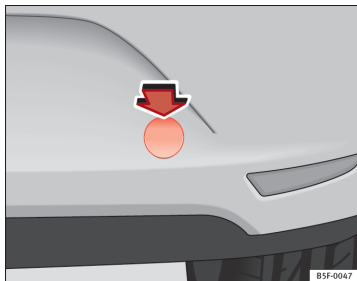

Fig. 129 Pare-chocs arrière droit : capuchon de protection
- Pour retirer le cache du pare-chocs, appuyez vers l'intérieur sur la partie *supérieure* du cache -flèche- et retirez-le en faisant lever sur la partie *inférieure* ⇒ fig. 129.